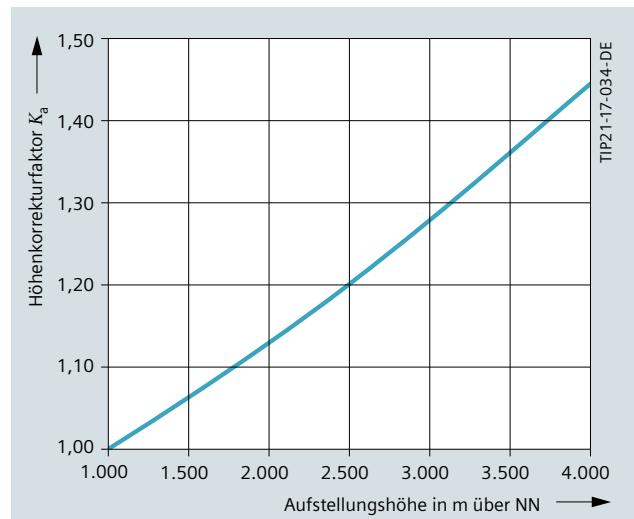

Abb. 2/2: Höhenkorrekturfaktor K_a (nach IEC 62271-1) für Aufstellungshöhen über 1.000 m über NN
Die Bemessungswerte beziehen sich entsprechend IEC 60071-1 auf Aufstellungshöhen bis einschließlich 1.000 m über Meereshöhe (NN) und normale Luftverhältnisse (Luftdruck 1.013 hPa, Temperatur 20 °C und Luftfeuchtigkeit 11 g/m³). Dementsprechend sind für Aufstellungshöhen über 1.000 m über NN Korrekturfaktoren für die Isolationspegel nach IEC 62271-1 anzuwenden, die aus Abb. 2/2 abgeleitet werden können: